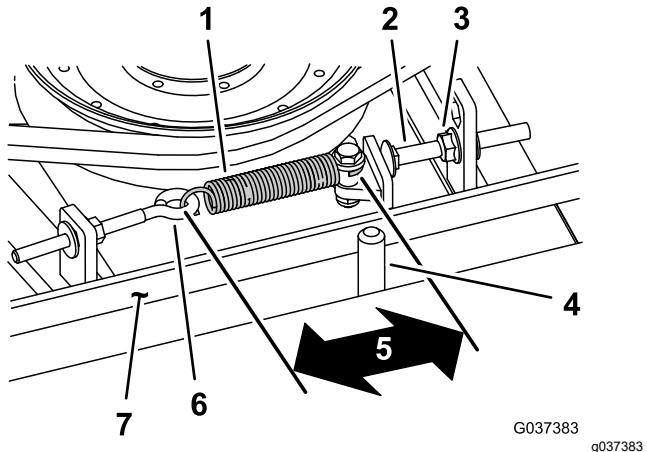

Figura 76
Cuando está correctamente tensado, la longitud en el interior del muelle de extensión (entre ganchos) debe ser de 8,3 cm a 9,5 cm aproximadamente. Una vez que haya obtenido la tensión correcta del muelle, ajuste el perno de tope (perno de cuello cuadrado) hasta que quede aproximadamente 2–5 mm de holgura entre la cabeza del perno y el brazo tensor (Figura 76).
Nota: Asegúrese de que la correa está colocada en el lado del muelle de la guía de la correa (Figura 76).
- Afloje el perno de ojal para poder retirar el muelle de extensión (Figura 76).
- Afloje la tuerca con arandela prensada que fija el perno de tope a la pestaña de montaje, y aparte la polea tensora de la correa para aliviar la tensión de la correa (Figura 76).
9. Conecte el muelle de extensión (Figura 76) al perno de ojal y tense la correa de la siguiente manera: